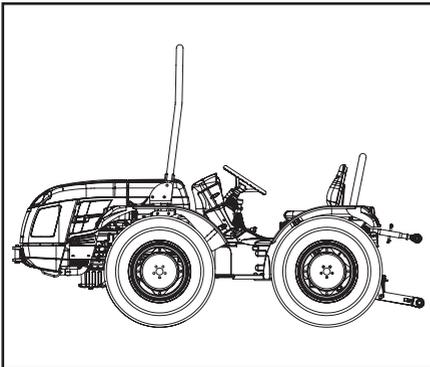

Fig. 2.1
- Arceau de sécurité toujours relevé en position de protection (Fig.2.1). Nous recommandons de mettre les ceintures de sécurité selon les normes législatives en vigueur dans les différents marchés.